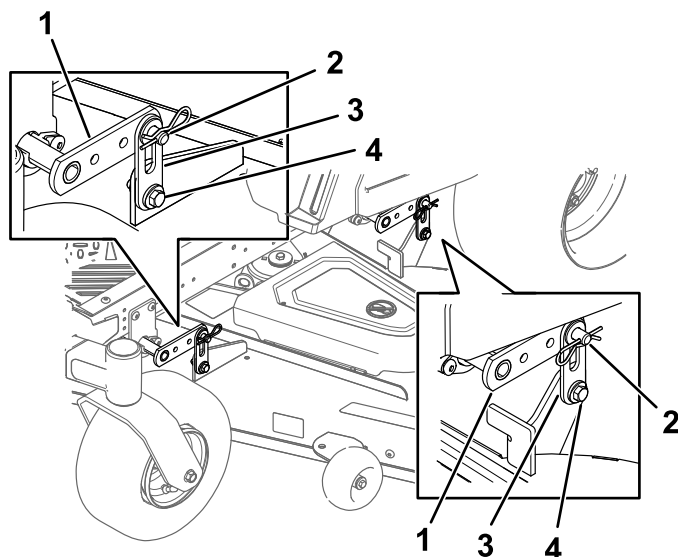

Figure 62
- Desserrez les boulons de réglage aux quatre coins de sorte que le tablier repose bien sur les quatre cales (Figure 62).
- Vérifiez que les axes du tablier se trouvent en haut de la fente dans les pattes de support du tablier (Figure 62).
- Resserrez les quatre boulons de réglage (Figure 62).